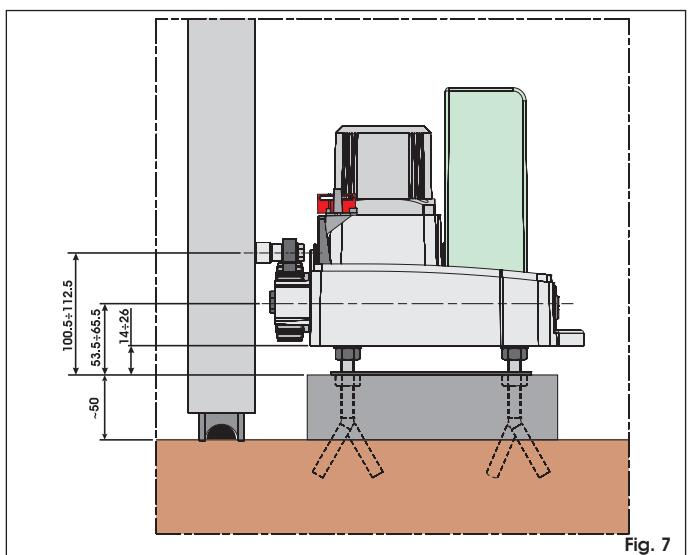
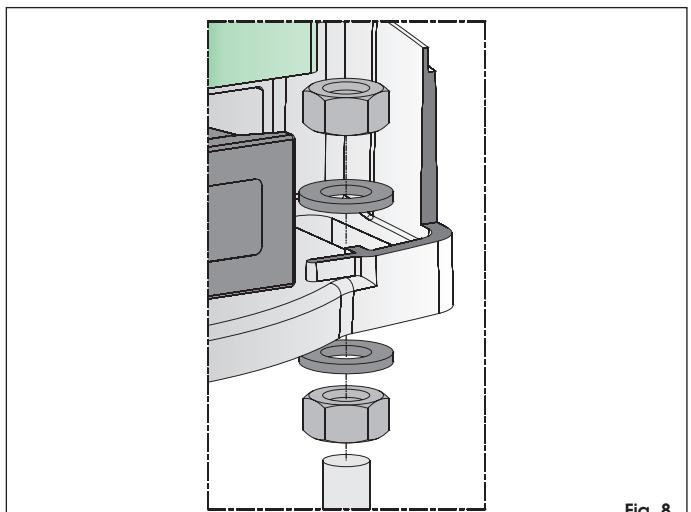

Fig. 7
Fig. 8
- On conseille de placer la plaque sur une base en béton à environ 50 mm du sol (fig. 7).**
7. Fixer l'opérateur sur la plaque de fondation avec les vis et les rondelles fournies d'après la fig. 8. Le positionnement de l'opérateur est illustré dans la fig. 7. Durant cette opération, faire passer les câbles électriques à travers le trou spécifique présent sur la base du corps du motoréducteur.